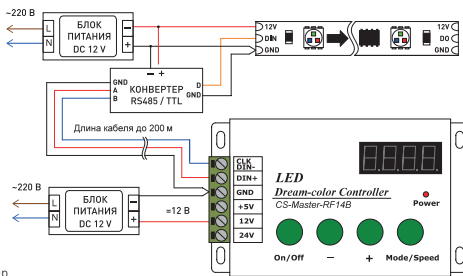

Рис. 2. Подключение контроллера при длине кабеля между контроллером и лентой до 200 м.
- 3.4. При длине кабеля между контроллером и светодиодной лентой более 10 м используйте передачу сигнала по симметричной линии (витая пара) и конвертер интерфейсов RS485-TTL, например LN-RS485-TTL (арт. 022189). Схема подключения приведена на Рис. 2. Подобное подключение возможно только если светодиодная лента не имеет входа CLK.